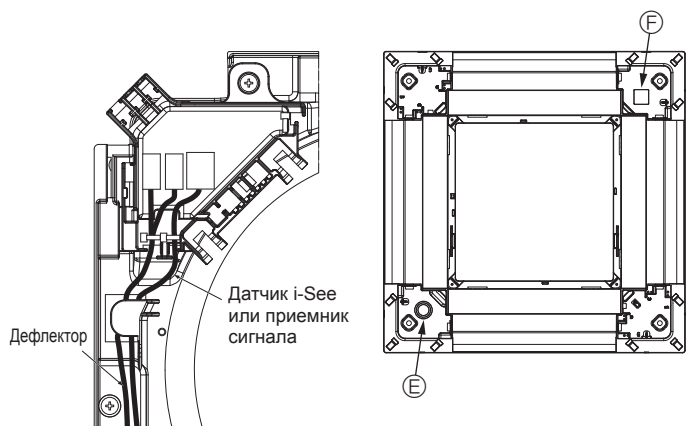

Fig. 5-14
- Проложите провода датчика i-See и приемника сигнала, как показано на Fig. 5-14.